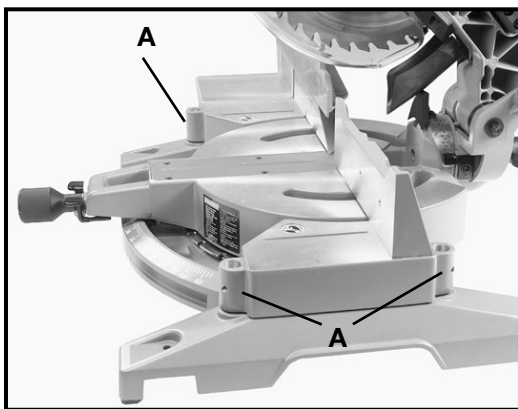

Fig. 18
Le serre-joint fourni est un accessoire important. Après l'achat, il peut être monté à n'importe quel des quatre trous (A) fig. 18 fournis dans la base de la machine (trois sont illustrés).